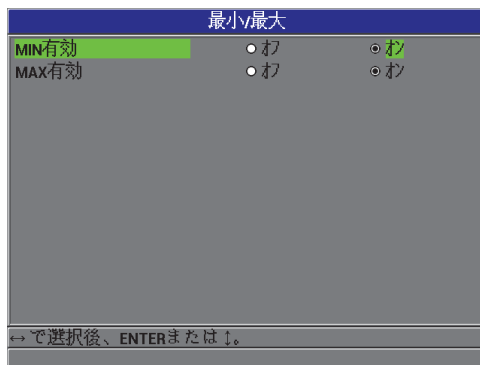

図 5-4 最小 / 最大画面
2. 最小 / 最大画面で（102 ページ図 5-4 参照）、